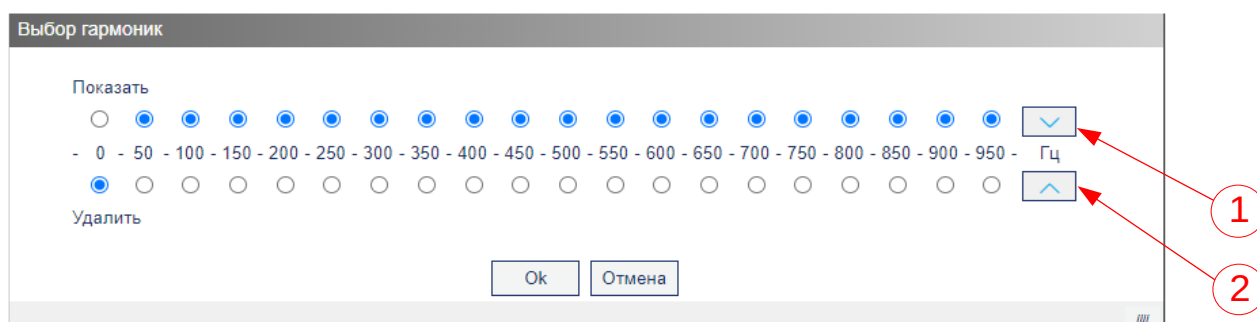

Рисунок 22 – Диалоговое окно выбора гармоник
3.5.12.2 После выбора нужного сигнала (см. 3.5.4.3) и нажатия кнопки «*Выбор гармоник*» открывается диалоговое окно (рис. 22), где можно выбрать необходимые гармоники для построения графика суммы гармоник.
3.5.12.3 В правой части окна «*Выбор гармоник*» (см. рис. 22) располагаются кнопки «*Удалить все*» (поз. 1) и «*Показать все*» (поз. 2) с помощью которых можно показать или удалить гармоники.